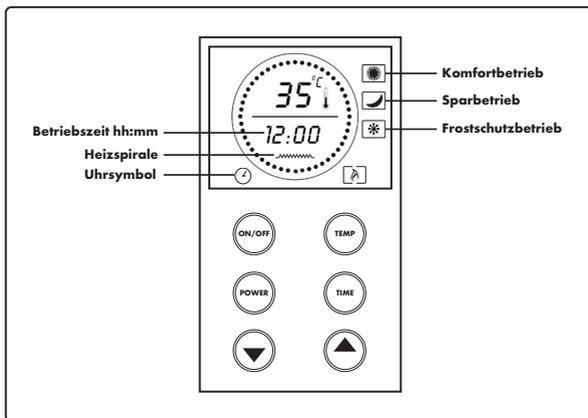
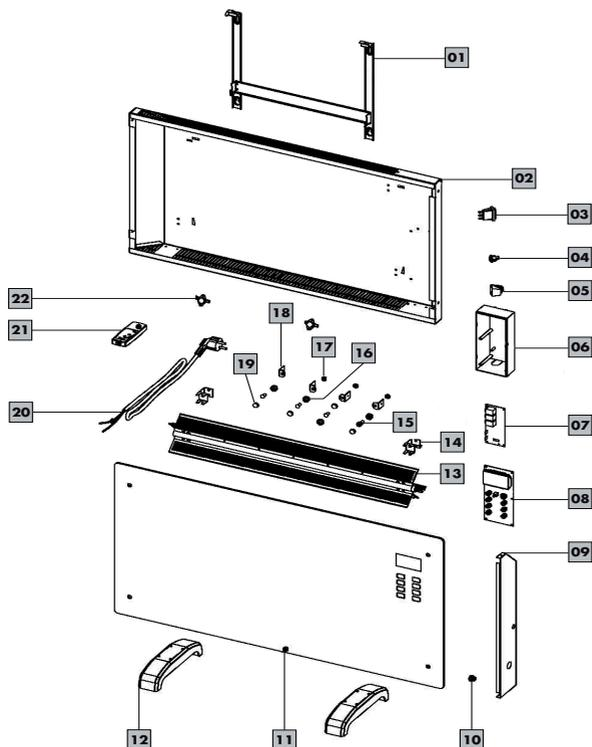

Abb. 3: Bedienfeld
Abb. 4: Explosionszeichnung
3. Betätigen Sie die Taste „ON/OFF“ auf dem Bedienfeld (siehe Abb. 3). Das LCD-Display leuchtet blau auf. Damit ist das Gerät im Standby-Modus.
1. Betätigen Sie im Standby-Modus die Taste „TEMP“ (siehe Abb. 3). Im Display wird die Umgebungstemperatur angezeigt.
Die Temperatur kann auch während des Betriebes verändert werden. Drücken Sie die Taste „TEMP“ (siehe Abb. 3) und stellen Sie die gewünschte Raumtemperatur ein. Sie bestätigen die Raumtemperatur indem Sie ca. 7 Sekunden lang keine Taste drücken oder erneut die Taste „TEMP“ (siehe Abb. 3) betätigen. Die Raumtemperatur hört auf zu blinken und die Umgebungstemperatur erscheint wieder auf dem Display.
3. Wechseln Sie mit der Taste „POWER“ (siehe Abb. 3) zwischen den Heizstufen (siehe Tab. 4).
1. Betätigen Sie im Standby-Modus die Taste „TIME“ (siehe Abb. 3). Die ersten zwei Ziffern der Uhrzeit „00:00“ hh:mm beginnen zu blinken.
2. Mit der Pfeiltaste nach oben und unten können Sie Ihre die gewünschte Betriebszeit einstellen. Bei erneutem Drücken der Taste „TIME“ (siehe Abb. 3) wechseln Sie zwischen den Ziffern für Stunden und Minuten (hh:mm).
3. Sie bestätigen die Zeit indem Sie ca. 7 Sekunden lang keine Taste drücken oder erneut die Taste „TIME“ (siehe Abb. 3) betätigen. Die Zeit auf dem Display blinkt nicht mehr.
4. Das Uhrensymbol (siehe Abb. 3) auf dem Display blinkt und die eingestellte Zeit läuft ab. Das Gerät schaltet sich nach Ablauf der Zeit automatisch ab. Auf dem Display erscheint wieder „00:00“.
1. Um den Heizvorgang zu unterbrechen drücken Sie so oft die Taste „POWER“ (siehe Abb. 4) bis das Frostschutzsymbol (siehe Abb. 3) blinkt.
2. Die Heizspirale  (siehe Abb. 3) auf dem Display verschwindet und das Gerät hört auf zu heizen.
| | Das Gerät ist nicht angeschaltet. | Stellen Sie den Ein-/Ausschalter (siehe Abb. 3, Nr. 3) auf Position „I“. |